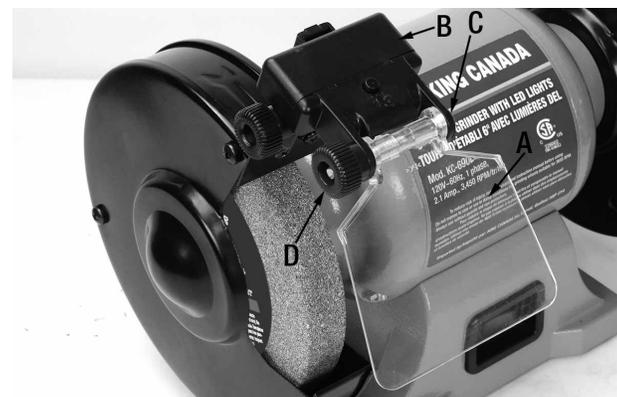

FIGURE 6
1. Fixez le pare-étincelle (A) Fig.6 à la lumière DEL assemblée (B) à l'aide d'un boulon de carrosserie (C) et d'un bouton de verrouillage (D). Répétez pour l'autre côté.